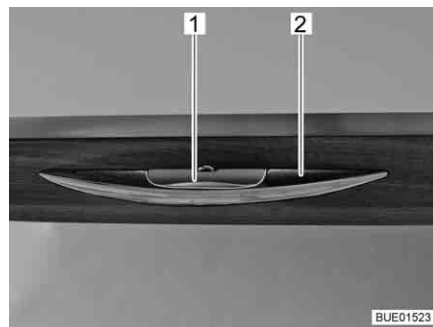
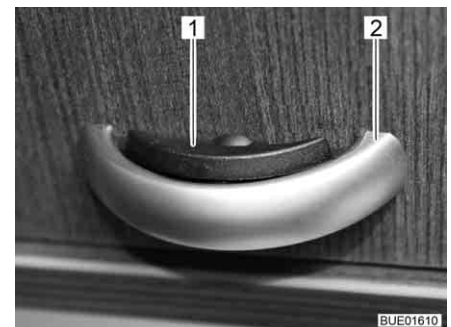

Fig. 71 Tirador con listón de desbloqueo
Fig. 72 Tirador con listón de desbloqueo (alternativa)
- Presionar el listón de desbloqueo (Fig. 71,1 ó bien Fig. 72,1) y mantenerlo presionado.
- Tirar del tirador (Fig. 71,2 ó Fig. 72,2) hasta que la trampa de mueble esté abierta.